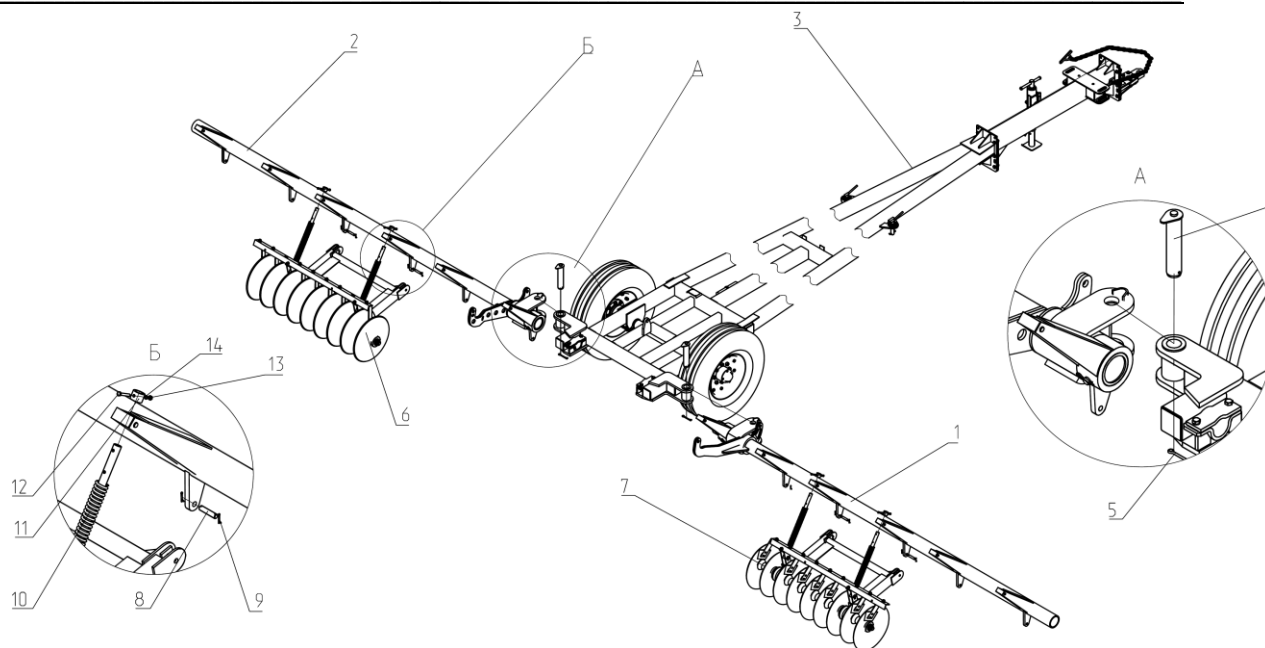

Рис.20 Схема сборки луцильника.
5.5.8. Брус в сборе с колесной парой левой Рис. 20А поз. 2 проушиной одеваем на втулку сннца поз. 3 и фиксируем осью поз. 4 и шплинтом поз. 5. Аналогично собираем брус в сборе с колесной парой правой поз. 1;
5.5.9. Секция в сборе поз. 6 Рис. 20Б одеваем проушинами на кронштейны бруса и фиксируем осями поз. 8 и шплинтами поз. 9;